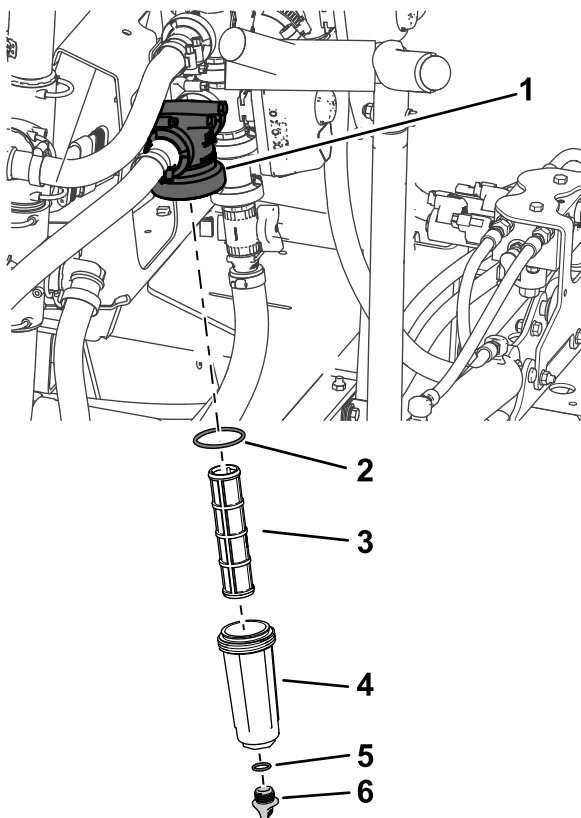

Figure 88
2. Placez un bac de vidange sous le filtre de pression (Figure 88).
3. Tournez le bouchon de vidange dans le sens antihoraire et retirez-le de la cuvette du filtre de pression (Figure 88).
4. Tournez la cuvette dans le sens antihoraire et déposez la tête du filtre (Figure 88).
5. Retirez l'élément du filtre de pression (Figure 88).
7. Contrôlez l'état et l'usure du joint du bouchon de vidange (à l'intérieur de la cuvette) et du joint de la cuvette (à l'intérieur de la tête du filtre) (Figure 88).
8. Placez l'élément dans la tête du filtre de pression (Figure 88).
9. Vissez la cuvette sur la tête du filtre et serrez-la à la main (Figure 88).
10. Vissez le bouchon de vidange sur le raccord au fond de la cuvette et serrez-le à la main (Figure 88).